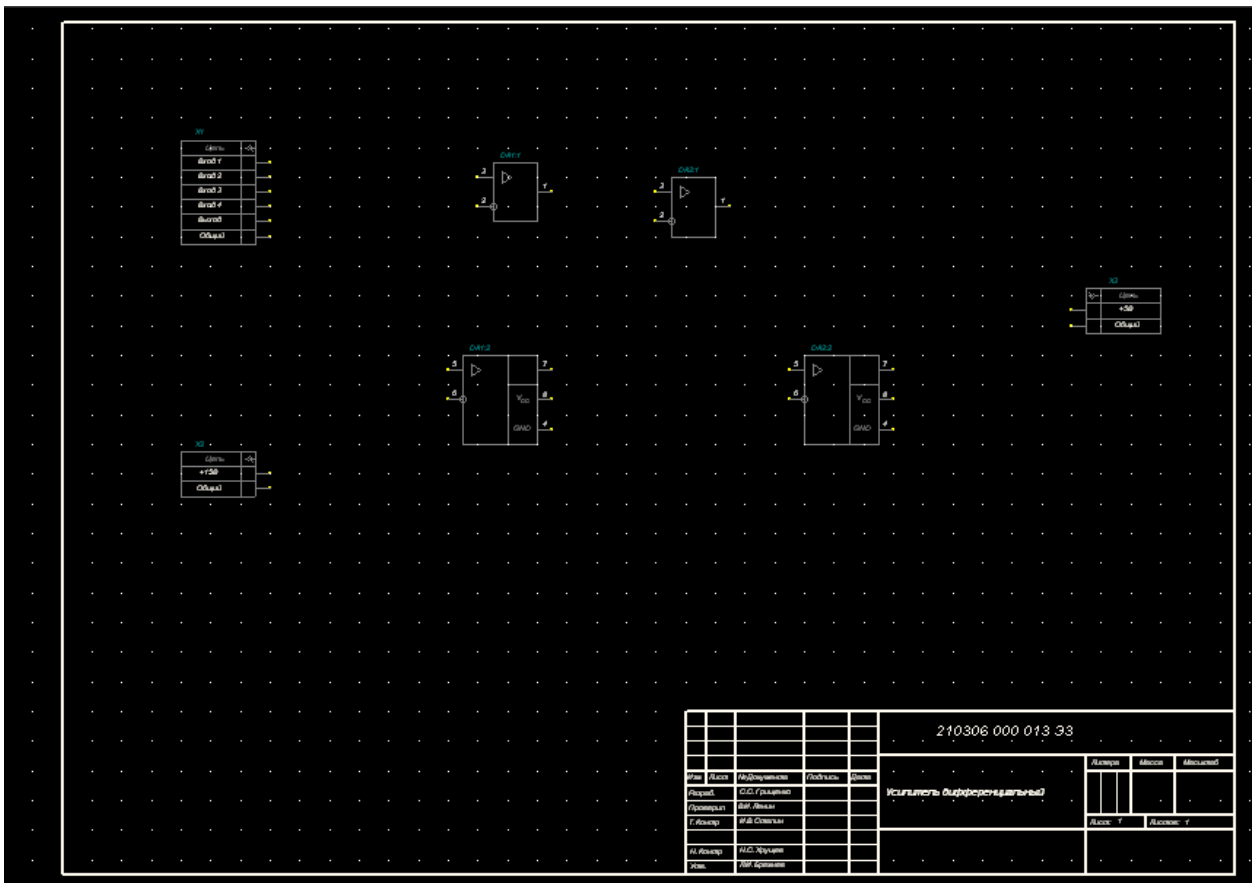

Рис. 7 Размещение микросхем на чертеже
4.10 Разместите секции на чертеже (рис. 7).